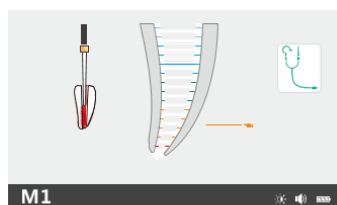

Fig.18 Coronal and Medial Area
- sobre la imagen completa del conducto radicular mediante el movimiento continuo de la lima hacia abajo (Fig. 18).